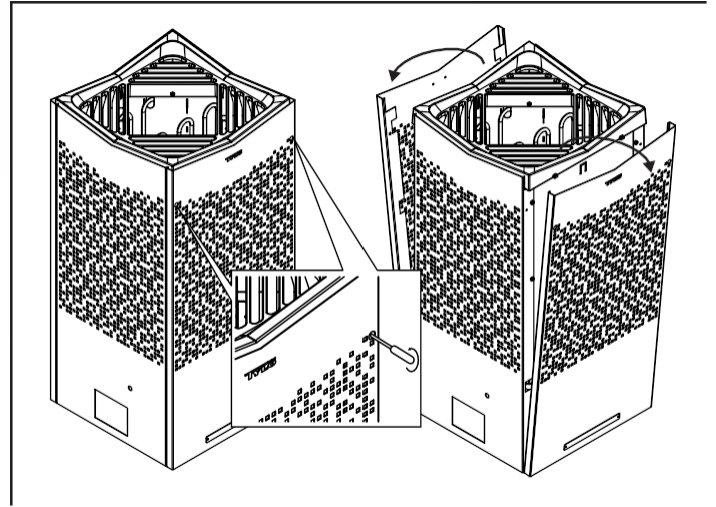

Figura 7: Svitare le viti nascoste (Torx 20) e rimuovere i pannelli anteriore e posteriore.
1. Rimuovere i pannelli anteriore e posteriore, figura 7.